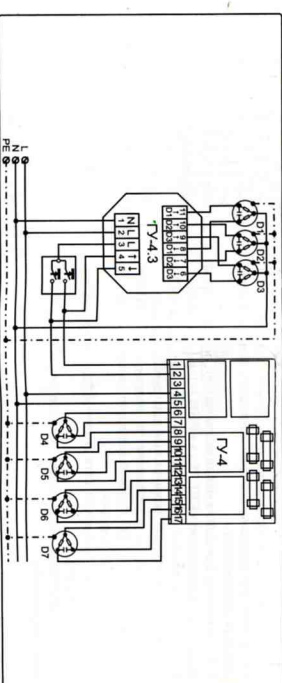

Рисунок 3. Схема совместного подключения ГУ 4.3 и ГУ 4
- Подключить клемму 1 ГУ 4 и клемму 4 ГУ 4.3 к контакту выключателя, отвечающему за направление «ВВЕРХ» (см. рис. 3).
- Подключить клемму 2 ГУ 4 и клемму 5 ГУ 4.3 к контакту выключателя, отвечающему за направление «ВНИЗ» (см. рис. 3).